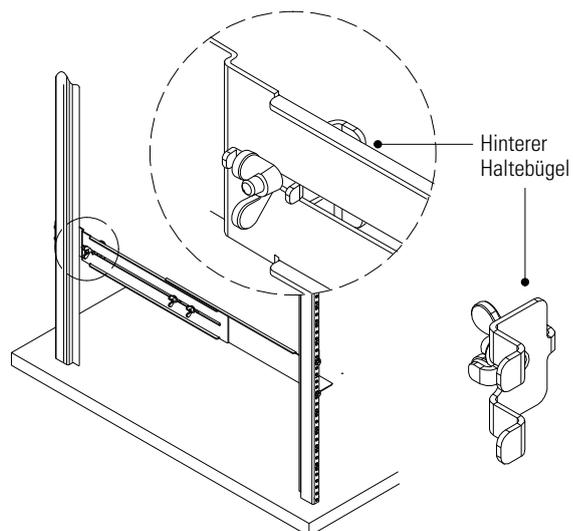

Abbildung 16. Befestigung der Rückwand des EBM.
- 12.** Die hinteren Haltebügel an der Schiene befestigen und sie in die Schlitz in der Rückwand des EBM einschieben (siehe Abbildung 16).